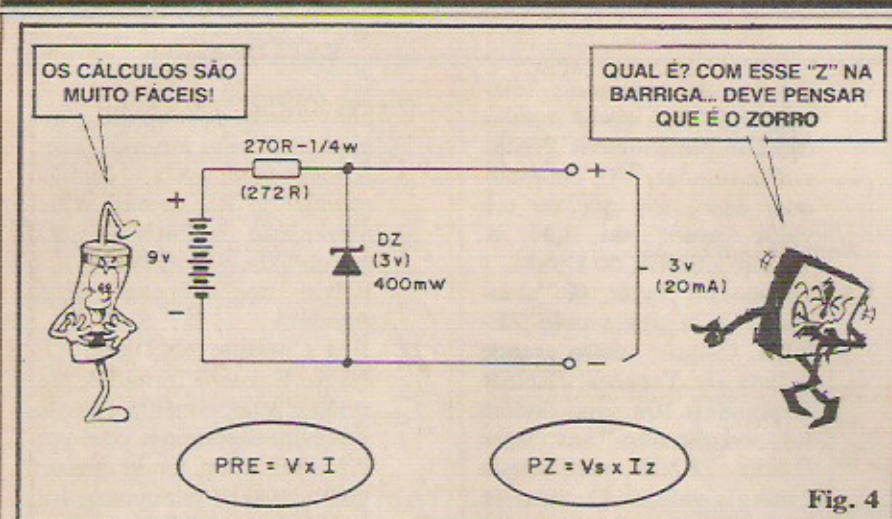

Fig. 4
- **FIG. 4** - No caso/exemplo, temos uma fonte geral de alimentação com tensão de Saída de 9V (que será a "VE"...), e queremos, "abaixados" e regulados, 3V (VS) para aplicar na alimentação de um bloco, componente ou circuito que demandará, no máximo 20mA (IS). Como **existe** um ZENER comercial para 3V, esse parâmetro torna-se fácil de obter na Saída